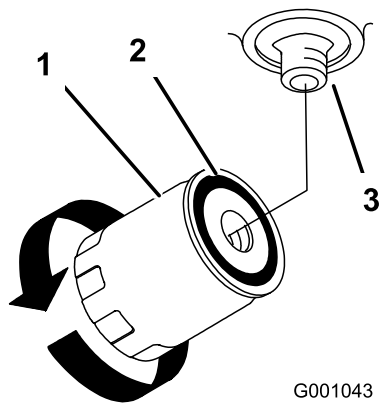

Bild 100
7. Ölen Sie die Gummidichtung am Ersatzfilter leicht mit Frischöl ein (Bild 100).
9. Füllen Sie den Hydraulikbehälter mit Hydraulikflüssigkeit, bis die Flüssigkeit über den Filter läuft. Drehen Sie den Filter dann nach rechts, bis die Gummidichtung den Filteradapter berührt. Ziehen Sie den Filter dann um eine weitere halbe Umdrehung fest (Bild 100).